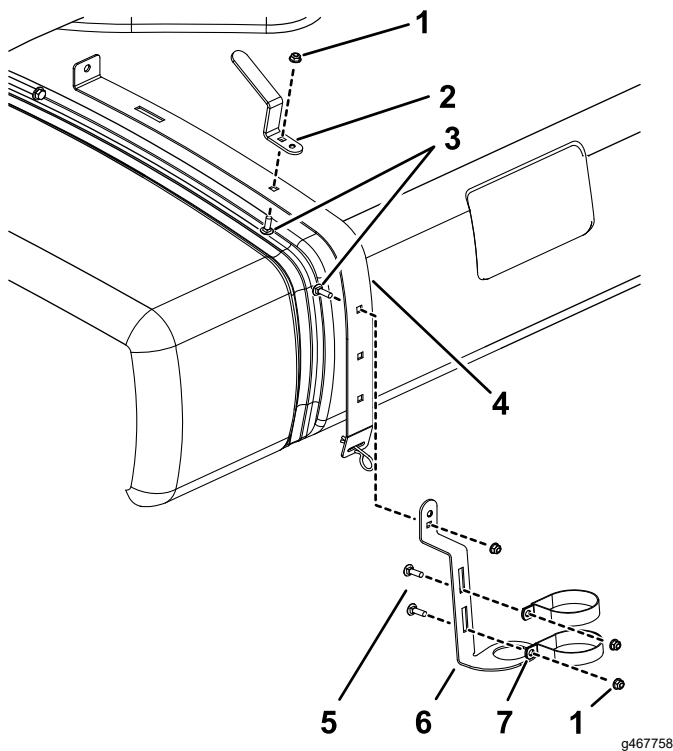

Figure 2
- Pour le Multi Pro WM, desserrez la sangle arrière droite (Figure 2).
- Montez les colliers en R, le support du pistolet-pulvérisateur et le crochet du tuyau, comme montré à la Figure 1 ou la Figure 2, au moyen d'un boulon de carrosserie, d'une rondelle plate et d'un écrou à embase.